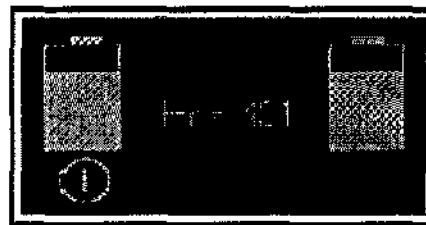

Figura 8. Toque el símbolo de encendido/apagado para comenzar. El número de la pantalla (Hr = 421) muestra el número de horas que se ha utilizado esta unidad.
2. Para encender el dispositivo, toque con cuidado la pantalla que se muestra en la Figura 8. Este toque inicial activa la pantalla, que muestra el símbolo de encendido/apagado, el estado de la batería y el contador de horas.